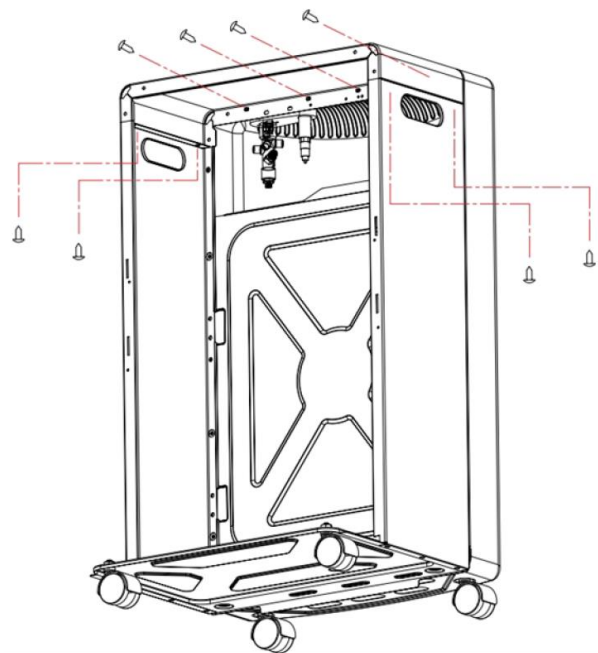

Рисунок 4
4. Присоедините верхнюю панель (5) к левой и правой стенкам с помощью 8 винтов 4*8 мм  (см. рисунок 4)